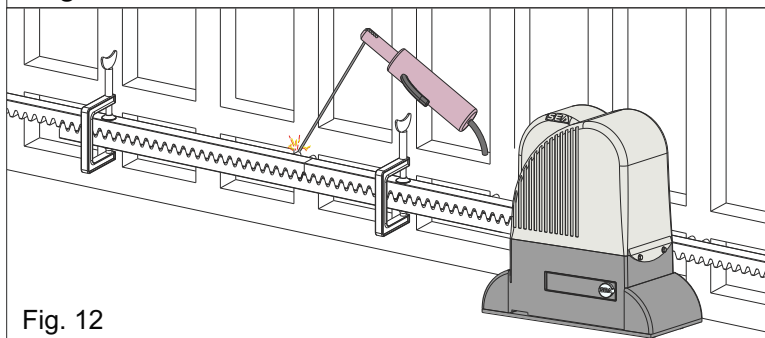

Fig. 12
- 5.4. Vérifier que tous les éléments de la crémaillère sont parfaitement alignés et positionnés correctement (**denture en phase**). Il est conseillé d'opposer deux éléments successifs avec un troisième élément - Fig. 12